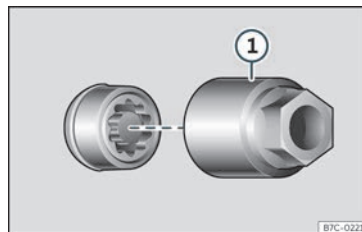

Fig. 33 Parafuso antirroubo da roda con capuchón e adaptador.
- Encaixe o adaptador especial»» fig. 33 ① (ferramenta de a bordo»» páx. 43) no parafuso antirroubo da roda ata o tope.